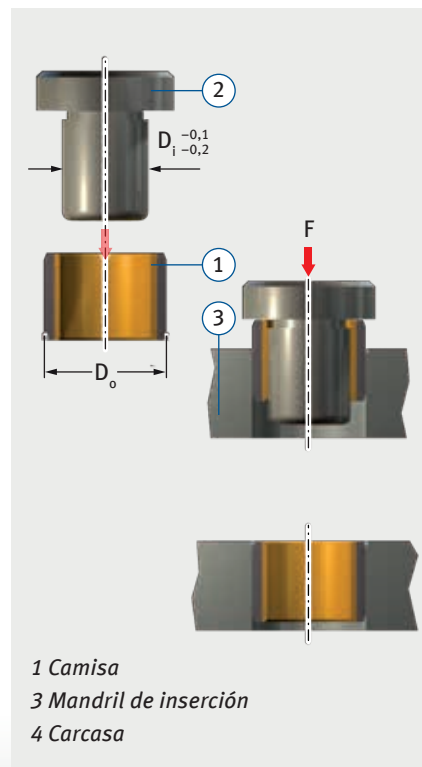

Fig. 2: Inserción a ras $D_o \leq 55$ mm
- inserción a ras con mandril y sin anillo auxiliar, según la Fig. 2.